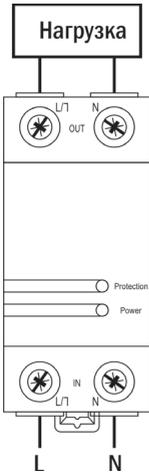

Рис. 1 – Схема подключения
2. Подключите прибор к источнику питания и нагрузке согласно схеме подключения (рис. 1).